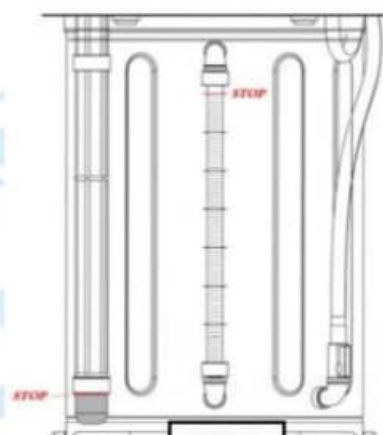

FIG.8
5. Отключите источник воздуха после слива масла, опорожните резервуар и закройте все клапаны. Примечание: Слейте остаточное масло из чашки для остаточного масла, когда оно достигнет знака СТОП (РИС. 8).